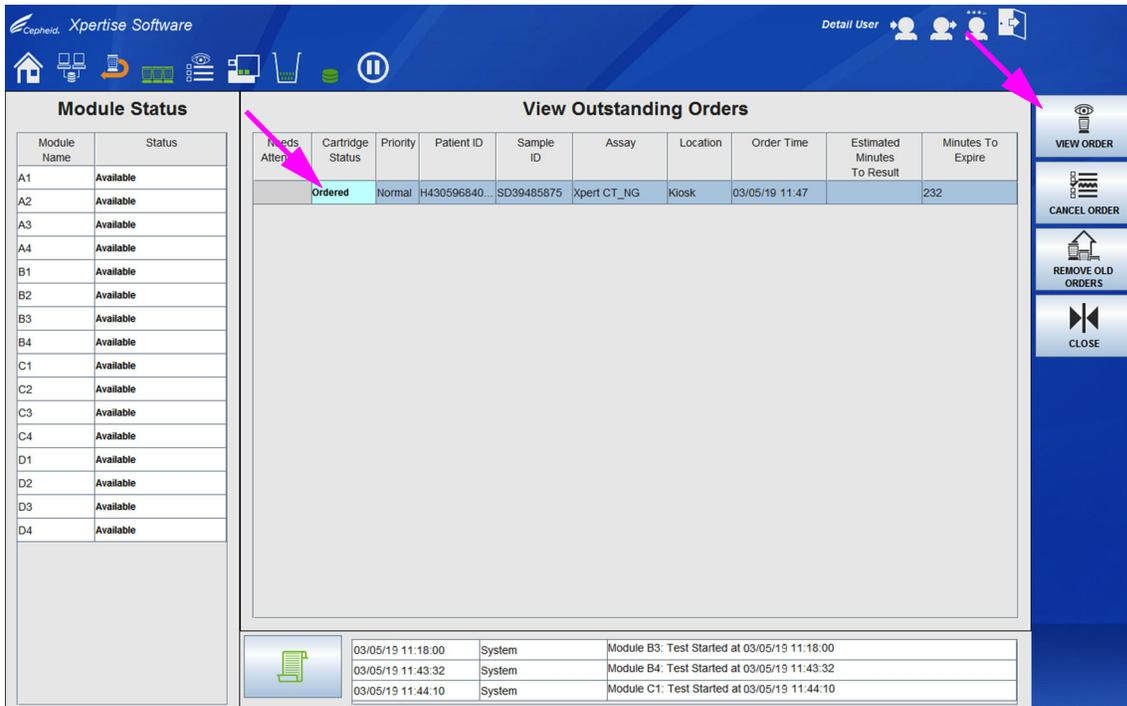
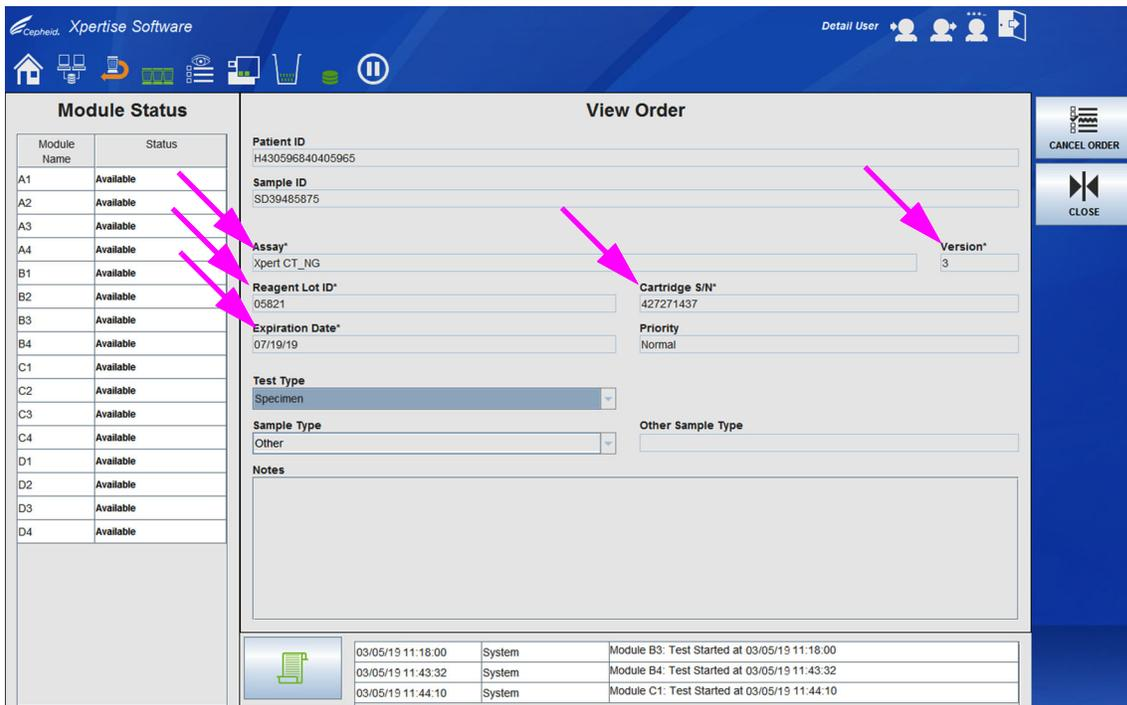

图 10-28. 查看待处理指令 (View Outstanding Orders) 工作区
图 10-29. 查看指令 (View Order) 工作区示例
- A. 要取消一个指令，选择位于工作区右侧的**取消指令 (CANCEL ORDER)** 按钮。请参见图 10-29。
- B. 系统要求（或询问是否）进行确认。如果您确认为**否 (NO)**，系统会返回查看指令 (View Order) 工作区面板。如果您确认为**是 (YES)**，系统会将检测盒状态更改为**被拒绝 (Rejected)** 并且检测盒会被移到储放架。
要查看待处理指令，突出显示您想要查看的指令的行，然后选择**查看指令 (VIEW ORDER)** 按钮。请参见图 10-28。将显示查看指令 (View Order) 工作区。请参见图 10-29。
注 如果数据已扫描，在图 10-29中所示的五个字段将会以星号 (\*) 出现。